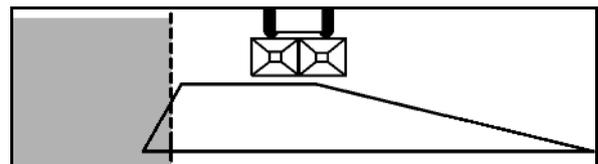

Fig. 72
1. Desserrez pour ce faire le levier de blocage (Fig. 72/1).